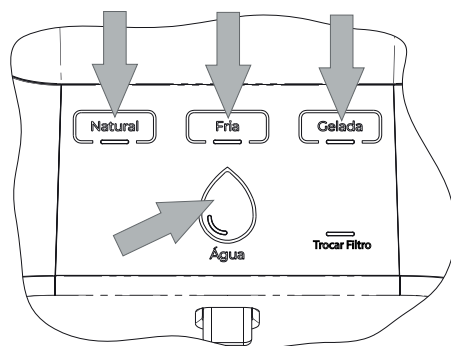

Fig. 11
- Selecione a temperatura da água desejada, para isso basta tocar com o dedo sobre a tecla selecionada (natural, fria ou gelada), o LED selecionado irá acender. Água fria é 50% natural e 50% gelada (fig. 11).